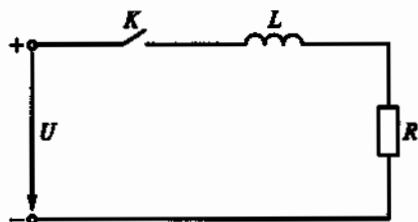

Рис. 140
4.5. В электрической цепи, схема которой приведена на рис. 140, $R = 100 \text{ Ом}$, $L = 2 \text{ Гн}$. Какой будет длительность переходного процесса при замыкании ключа К, если считать, что он заканчивается через время $t = 3\tau$?